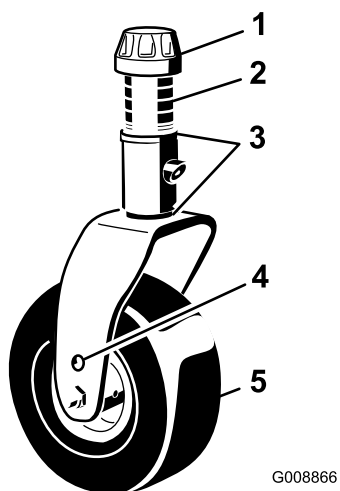

Рисунок 26
- Отрегулируйте количество 3-миллиметровых регулировочных прокладок на вилке (вилках) передних поворотных колес так, чтобы высота скашивания соответствовала указанной на наклейке значению (Рисунок 26); см. Регулировка высоты скашивания \(страница 30\).